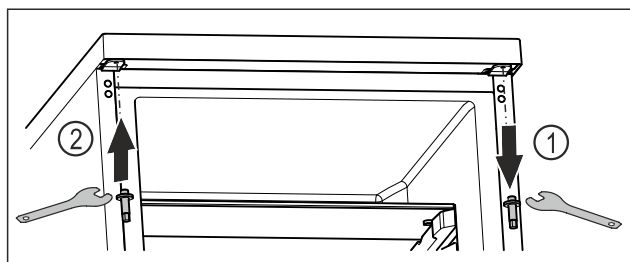

Fig. 23
- Skruva ur övre bult med utvändig sexkantsnyckel. Fig. 23 (1)
- Skruva fast bult på motsatta sidan med utvändig sexkantsnyckel. Fig. 23 (2)